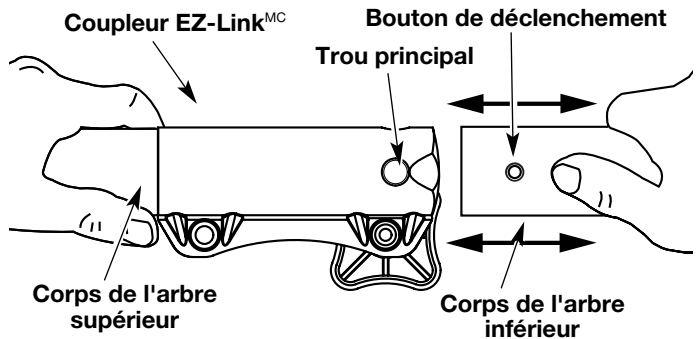

Fig. 24
2. Tenez fermement l'accessoire et enfoncez-le tout droit dans le coupleur EZ-LinkMC (Fig. 24).